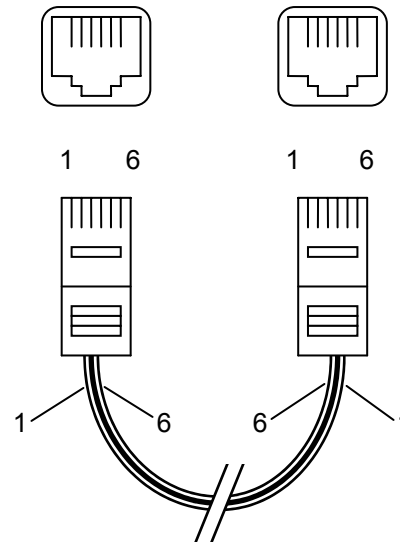

Abbildung 1: Modulkabel, X-verkabelt
- Zwei 6-adrige Modulkabel (RJ12, X-verkabelt; siehe Abbildung 1), mit denen der Mass Batterielader und der Mass Sinus Wechselrichter mit dem System Manager MICC verbunden werden.